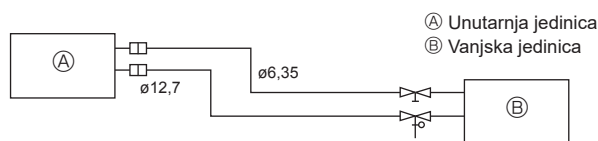

Fig. 5-2
(1) U tablici u nastavku prikazane su specifikacije cijevi u komercijalnoj ponudi. (Fig. 5-2)